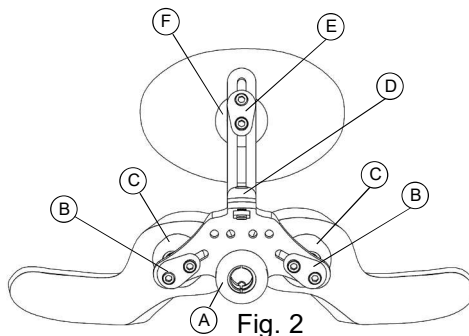

Fig. 2
De breedte tussen de kussens ter ondersteuning van het achterhoofd kan worden aangepast aan de breedte van de nek, door de draaiballen zijwaarts in de gleuven te laten glijden. (Pagina 22, Fig. 2, B). De kussens moeten zodanig worden aangepast dat er gelijkmatig contact is; de belangrijkste steun moet van de achterzijde van de kussens worden verkregen (Fig. 4).
6. Pas het kussen in voorwaartse richting aan, zodanig dat het net in contact komt met het achterhoofd. Door de moeren los te draaien (Pagina 22, Fig. 2, E) wordt het mogelijk het kussen omhoog of omlaag te bewegen voor optimaal contact met het hoofd. Let op dat de gebruiker niet te ver weg beweegt van het kussen, doordat het kussen te ver naar voren wordt geplaatst. De hoek van de basisplaat is van invloed op het bereik van de aanpassingen van het achterhoofdkussen. Wanneer de juiste hoek is gevonden, draai dan alle bouten stevig aan om de positie te borgen.